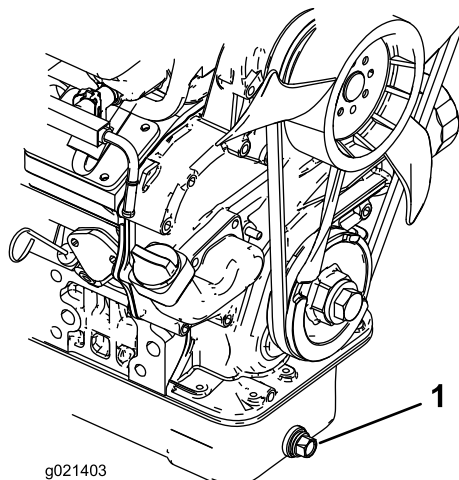

Figura 51
1. Retire el tapón de vaciado (Figura 51) y deje fluir el aceite a un recipiente apropiado. Cuando el aceite deje de fluir, coloque el tapón de vaciado.